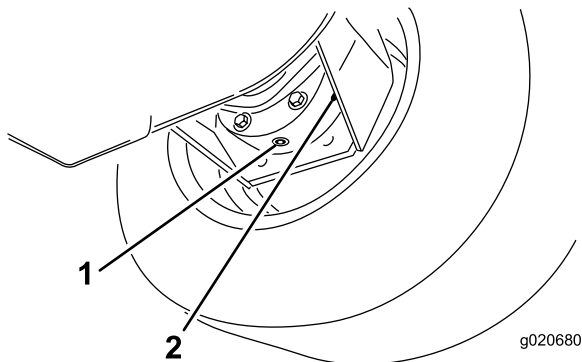

Figura 84
3. Coloque o recipiente de escoamento por baixo da estrutura do travão, retire o tampão e deixe o óleo escorrer para o recipiente (Figura 84).